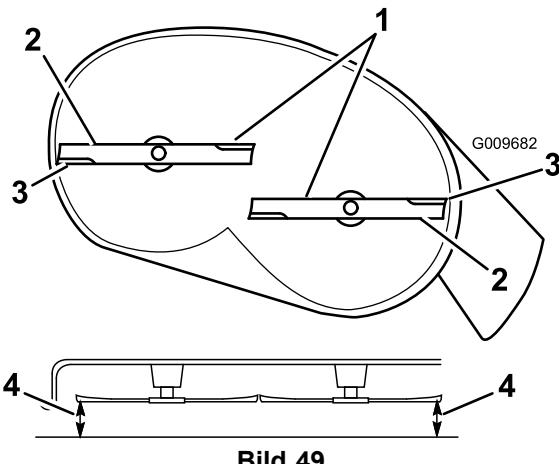

Bild 49
4. Drehen Sie die Messer vorsichtig, sodass sie alle seitlich gestellt sind (Bild 49).